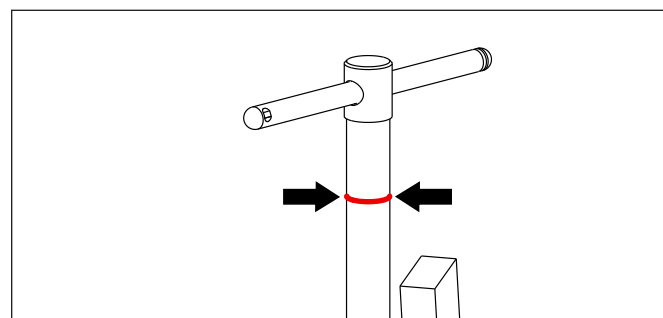

Figure 4. Témoin d'engagement du filetage (trait rouge)
- Après avoir installé l'extracteur sur la pièce à retirer, assurez-vous que le témoin d'engagement du filetage est visible. Voir l'emplacement sur la Figure 4. Si l'axe fileté est tourné de trop dans le sens des aiguilles d'une montre, le témoin sera masqué, ce qui signifiera que le filetage engagé n'est pas suffisant.